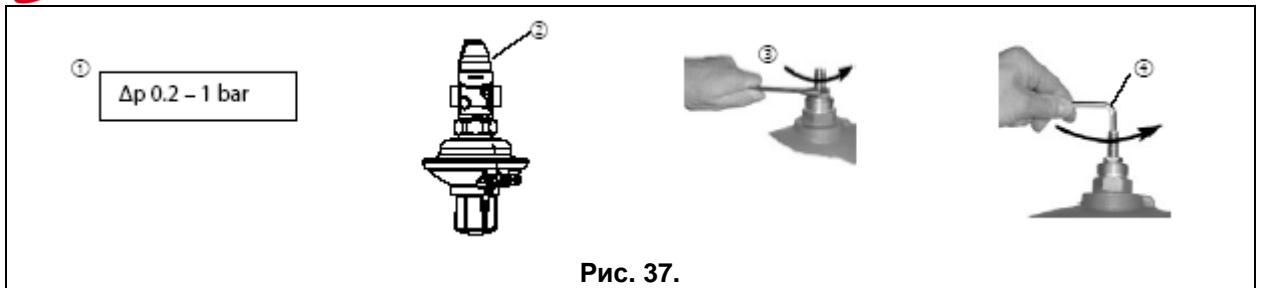

Рис. 37.
1. Отверните крышку (2) (Рис. 37.)
2. Ослабьте контргайку (3) (Рис. 37.)
3. Отверните против часовой стрелки дроссель ограничителя расхода (4) (Рис.37) до упора.